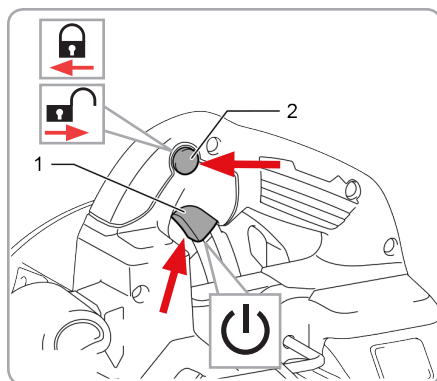

Fig.11
- Apăsăți întrerupătorul Fig 11 (1) cu degetul de la mâna dreaptă. Anticipați și fiți pregătiți să preluați cuplul de pornire;